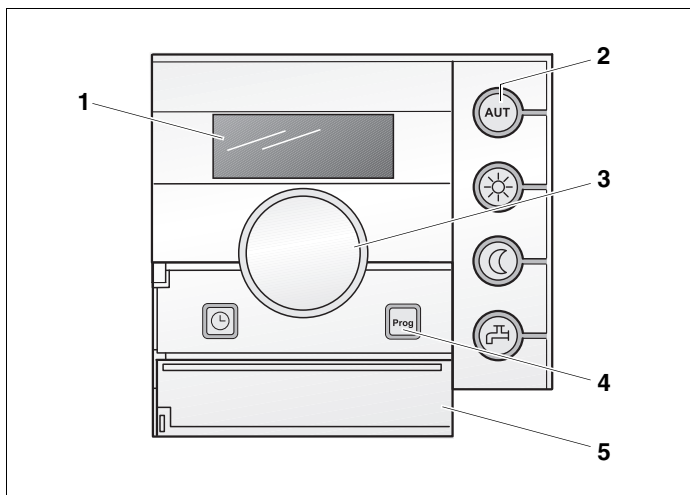

Fig. 4 Elemente de comandă ale RC20
(Fig. 4, Poz. 2)**
**Taste pentru alte funcții (Fig. 4,
Display (Fig. 4, Poz. 1)
Leduri (Fig. 4, Poz. 2)
Buton (Fig. 4, Poz. 3)
Clapetă (Fig. 4, Poz. 5)